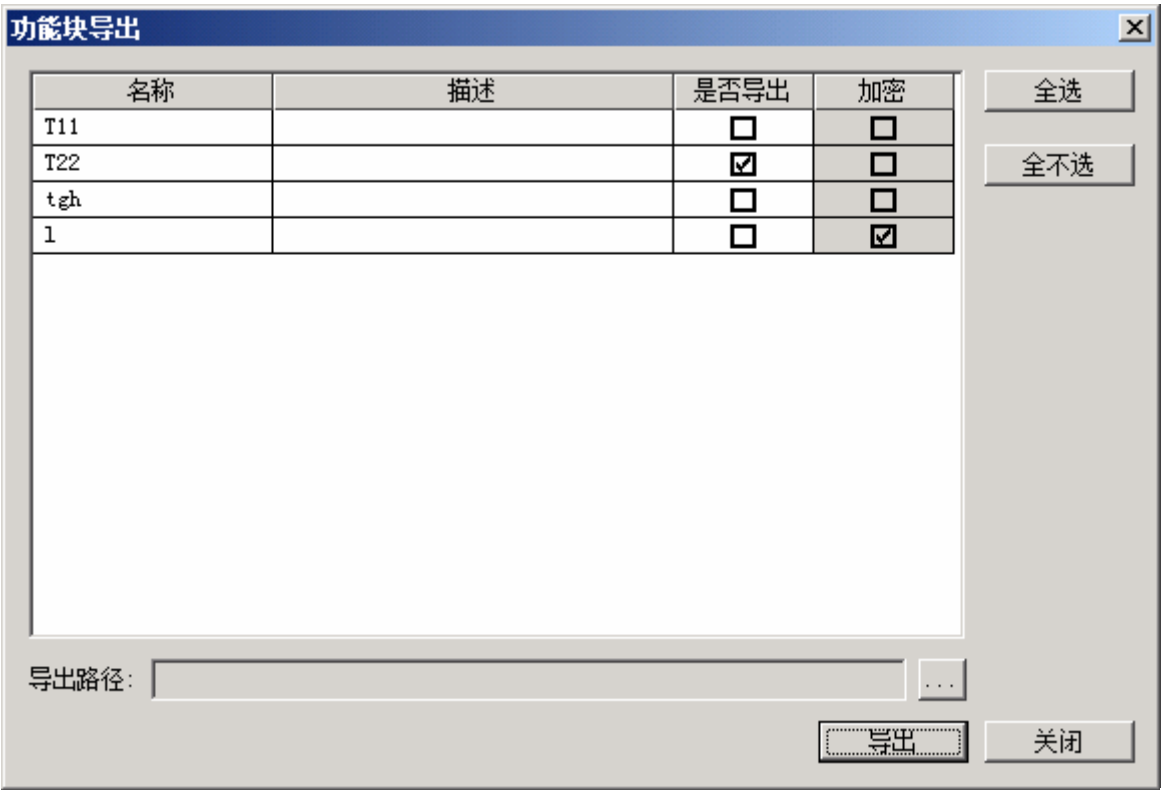

图 7-7 导出单个功能块
- 导出单个功能块也可以通过在某功能块的右键菜单中选择“导出”来实现，显示如图 7-7 所示界面，图中“是否导出”一列的默认只勾取选中的功能块。